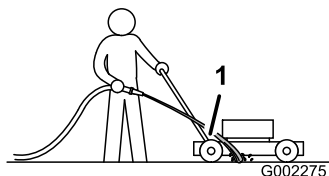

Figura 19
3. Tenete il flessibile da giardino all'altezza della stegola e indirizzate il getto verso terra davanti alla ruota posteriore destra (Figura 19).